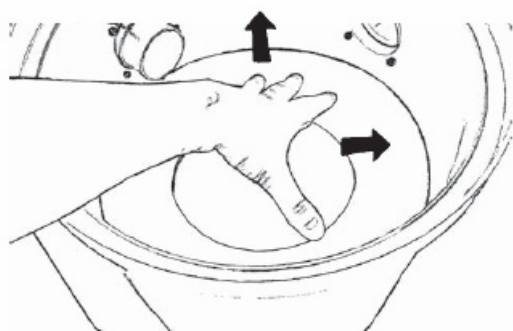

Fig. 12
- pociągnąć filtr do góry jak pokazano na rys. 12.